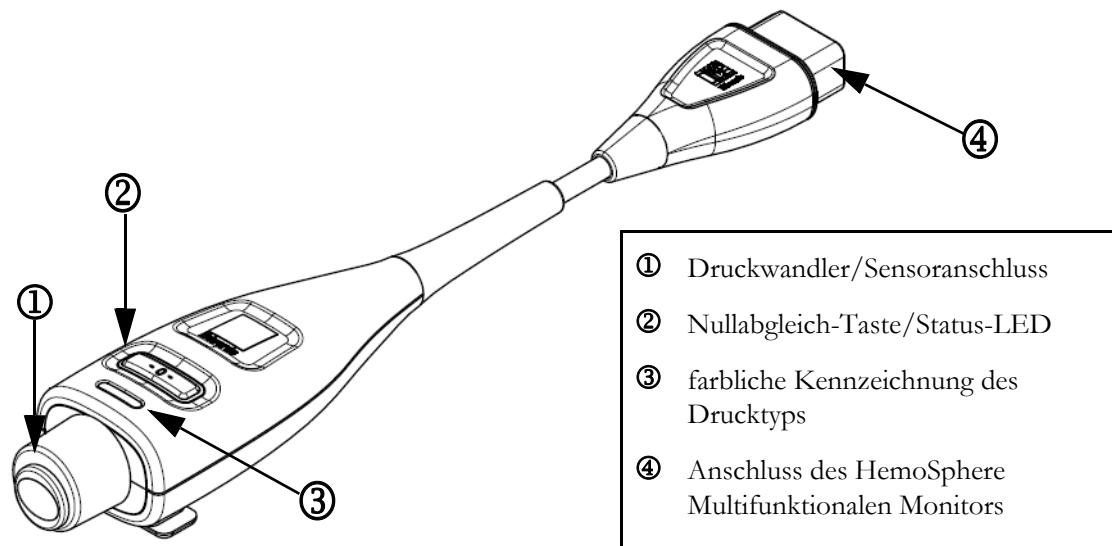

Abbildung 10-1 HemoSphere Druckmesskabel
Das HemoSphere Druckmesskabel ist ein wiederverwendbares Produkt, das sich mit dem HemoSphere Monitor an einem Ende ④ und mit einem zugelassenen Edwards Einweg-Druckwandler (DPT) oder Sensor am anderen Ende ① verbindet. Siehe Abbildung 10-1 auf Seite 170. Das HemoSphere Druckmesskabel erfasst und verarbeitet ein einfaches Drucksignal von einem kompatiblen DPT, wie z. B. dem TruWave DPT oder einem FloTrac Sensor. Ein FloTrac- oder Acumen IQ-Sensor wird an einen vorhandenen arteriellen Zugang angeschlossen, um die minimalinvasive Messung der hämodynamischen Parameter zu ermöglichen. Ein TruWave-Druckwandler kann an alle kompatiblen Drucküberwachungsleitung für die positionsbasierte Messung des intravaskulären Drucks angeschlossen werden. Spezifische Anweisungen zur Platzierung und Verwendung des Katheters sowie die entsprechenden Warnungen, Vorsichtshinweise und Hinweise entnehmen Sie bitte der Gebrauchsanweisung des verwendeten Katheters. Das HemoSphere Druckmesskabel kann, je nachdem, ob ein Sensorpaar oder ein Druckwandler genutzt wird, in zwei Überwachungsmodi überwacht werden: Im **FloTrac-** oder **Acumen IQ-Sensor-Überwachungsmodus** oder im **Swan-Ganz-Katheter-Überwachungsmodus**. Der jeweilige Überwachungsmodus wird oben in der Navigationsleiste angezeigt (siehe Abbildung 5-2 auf Seite 81). Aussehen und Anschlusspunkte für das HemoSphere Druckmesskabel sind dargestellt in Abbildung 10-1.
Farbe des Drucktyps. Die passende farbliche Kennzeichnung auf dem Druckmesskabel kann zur Anzeige des überwachten Drucktyps verwendet werden. Siehe ③ in Abbildung 10-1 unten. Die farblichen Kennzeichnungen sind wie folgt:
- Rot für den arteriellen Druck (AP)
- Grün für Herz-Zeit-Volumen (CO)
- 7 Führen Sie eine gerade einwärts bzw. auswärts gerichtete Bewegung aus, um den grünen Anschluss des gespülten FloTrac-Sensors anzuschließen. Die LED-Anzeige am Druckmesskabel, die um die Nullabgleich-Taste herum verläuft (siehe ② in Abbildung 10-1), blinkt grün, wenn der Drucksensor erkannt wurde. Ein gelbes Licht weist auf einen Fehlerzustand hin. Wenn dies auftritt, die spezifischen Informationen zum Fehlerzustand in der Statusleiste ansehen.
Halten Sie die Nullabgleich-Taste  direkt am Druckmesskabel für drei Sekunden gedrückt (siehe Abbildung 10-1).